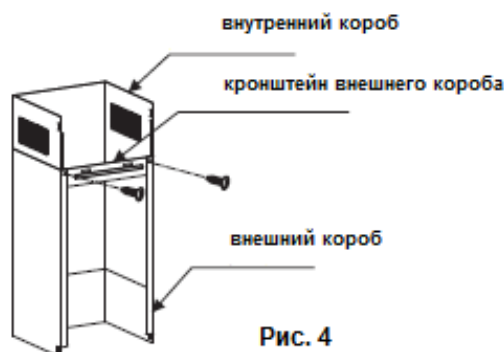

Рис. 4
6. Установите кронштейн внешнего короба на свое место при помощи двух винтов ST4*8 мм. Внутренний короб должен свободно двигаться по вертикали. См. рис. 4.